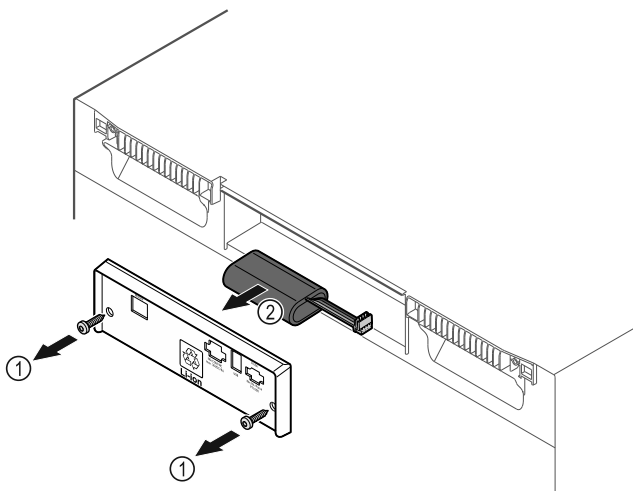

Fig. 174
- ▶ Dévisser les vis et retirer le couvercle situé à l'arrière de l'appareil Fig. 174 (1).
- ▶ Débrancher et retirer la batterie Fig. 174 (2).